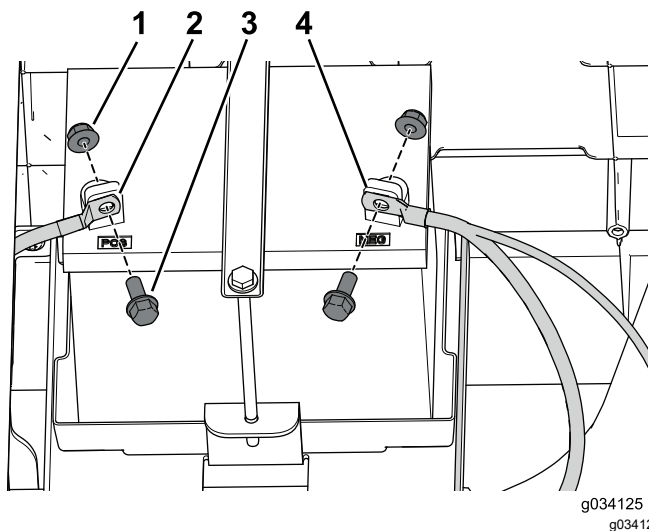

図 10
5. 図 10 のように、バッテリーからマイナス-ケーブルを外し、次にプラス+ケーブルを外す。